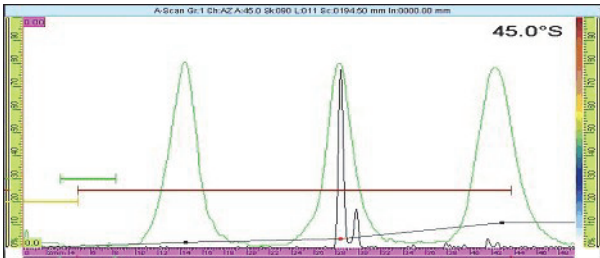

图 6-7 所有峰值都为 80 % 的包络
3. 在已校准的反射体上移动探头进行扫查，并验证是否所有峰值都达到了 80 %（参见第 147 页的图 6-7）。